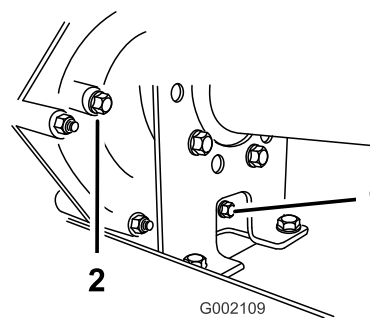

Figure 57
2. Essuyez la surface autour des bouchons de remplissage et de vidange avec un chiffon (Figure 57).
4. Dévissez et enlevez le bouchon de remplissage (Figure 57).
5. Dévissez et enlevez le bouchon de vidange (Figure 57).
6. Remettez et serrez le bouchon de vidange et le joint dans le trou de la transmission (Figure 57).
pour que le niveau de liquide atteigne le bas du filetage (Figure 57).
8. Remettez et serrez le bouchon de remplissage et le joint dans le trou de la transmission (Figure 57).
10. Contrôlez le niveau de liquide et faites l'appoint si le niveau est en dessous du filetage du trou du bouchon de remplissage (Figure 57).